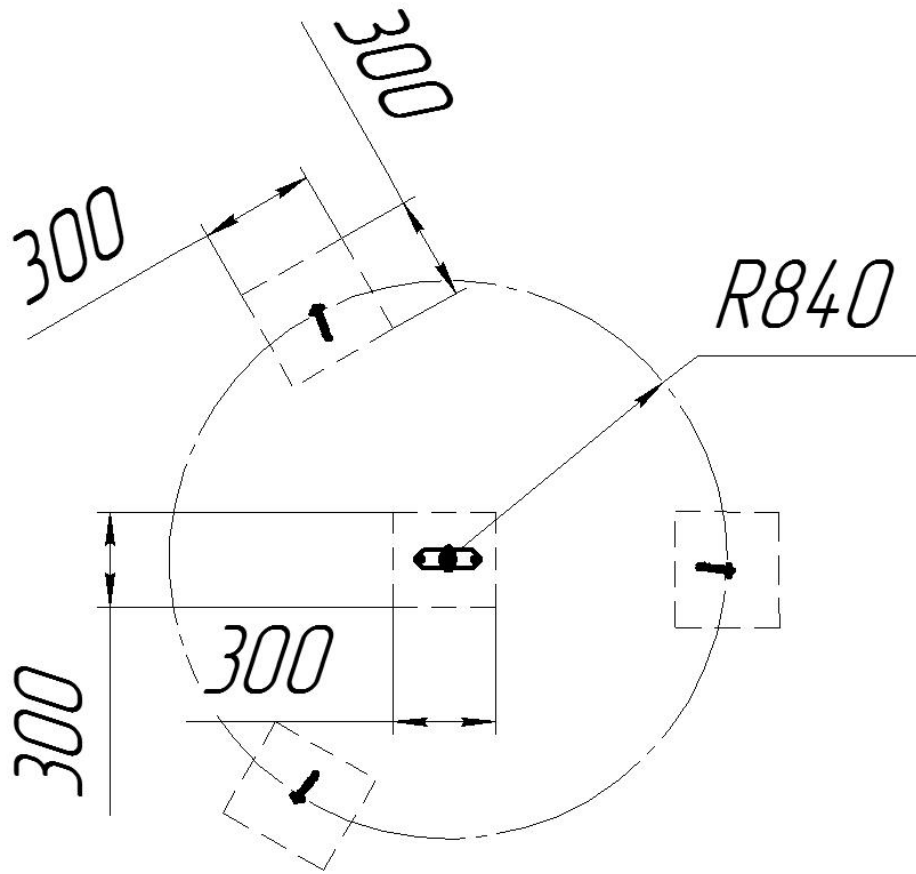

Рисунок 5 – Разметка участка
3.6 Конструкция закладных болтов представлена на рисунке 4. Болт закладной №1 состоит из шпильки М16 шайб 16 и гаек М16. Шайба зажимается гайками на шпильке. Рым-гайка М16 наворачивается на верхний конец шпильки и фиксируется гайкой М16. В ухо рым-гайки установлена скоба такелажная с винтовым карабином (рисунок 5). С помощью винтового карабина к болту закладному крепиться оттяжка мачты.
6.1.2 Произвести разметку участка (рисунок 5).